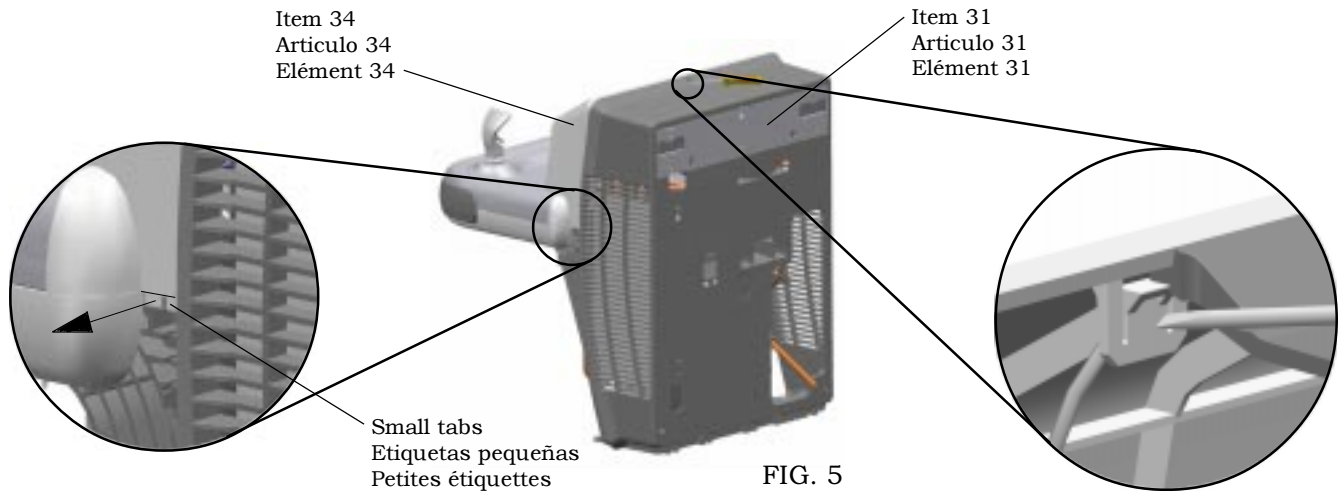

FIG. 5
**Please remove bottom cover before removing top cover.** To remove top cover (Item 34), use a small screwdriver to release the snap for the top cover as shown in Fig. 5. Then pull the small tabs on each side of the top cover outward slightly and slide upward to remove.
**Por favor retire la cubierta inferior antes retirar la cubierta superior.** Para retirar la cubierta superior (Artículo 34), use un desatornillador pequeño para soltar el broche de presión de la cubierta superior según descrito en Fig. 5. Luego jale las lengüetas pequeñas que se encuentran en cada lado de la cubierta superior en una acción ligeramente lateral y deslicelas hacia arriba para retirar.
**Vueillez retirer le capot inférieur avant de retirer le capot supérieur.** Pour retirer le capot supérieur (élément 34), utilisez un petit tournevis pour relacher la tension au niveau du capot supérieur, comme indiqué sur la figure 5.